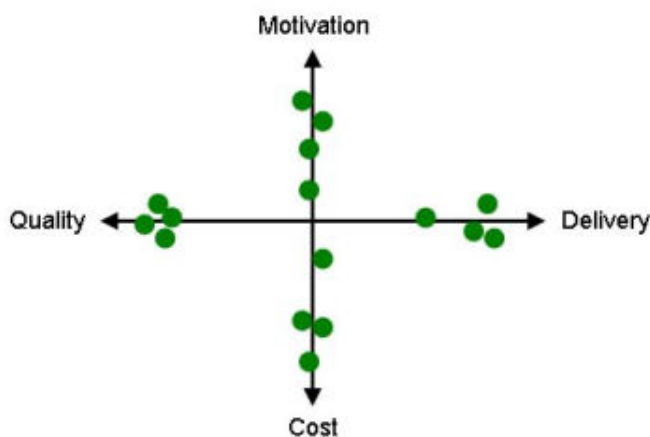

図 1 プロジェクトレーダーチャート
私たちはモチベーションを見える化するために「プロジェクトレーダーチャート」「タイムライン」というオリジナルアクティビティを実施しています。「プロジェクトレーダーチャート」は、QCDにモチベーション (M) を加えた、次の4軸のレーダーチャートを使います (図1)。
- 顧客は品質に満足してもらえるか (Q)
- 残業が必要か (C)
- 納期に間に合うか (D)
- 楽しんで仕事をしているか (M)